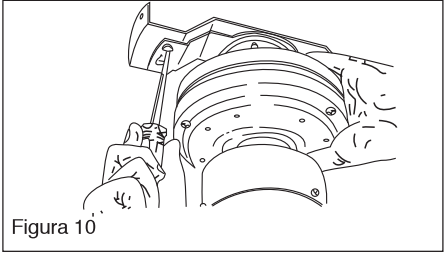

Figura 10
Paso 2 Haga coincidir los tres orificios de los dos extremos de la barra de apoyo con los tres tornillos del gancho. Fije el ensamblaje del ventilador en la barra de apoyo utilizando los tornillos y arandelas. (Figura 10)